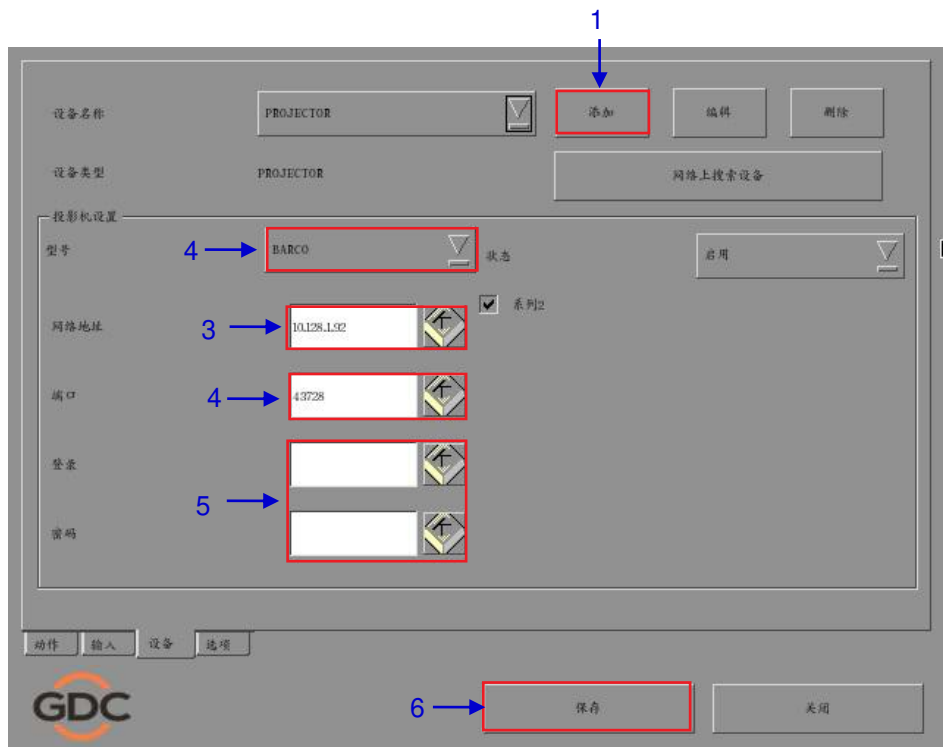

图 63 放映机设备的自动化设置.
1. 点击 [设备] 选项卡上的 [添加] 按钮,并输入设备名称。在本例中,名称为“PROJECTOR”,设置设备类型为“PROJECTOR”(如图 63)。
3. 输入放映机的 IP 地址。(如图 63)。
工程配件 TA-10 可与 SX-3000 一起用于影院自动化。它需要特殊的布线配置，可参考图 63 的布线图。